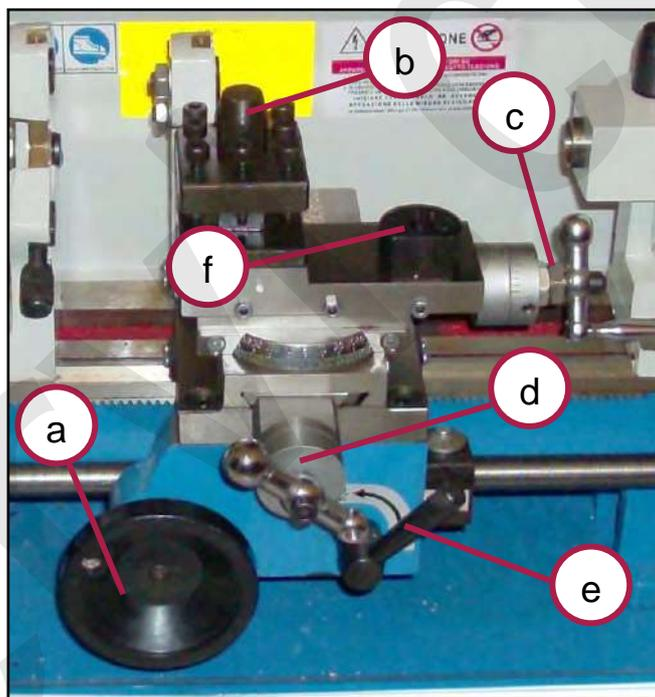

Figura 16 – Leve e volantini del carrello e delle slitte porta utensile.
Sul carrello porta utensile vi sono cinque comandi manuali (leve e volantini) che ne consentono la regolazione fine e l'avanzamento (vedere la Figura 16).
4. **Inserire l'utensile sulla torretta del carrello porta utensile, e fissarlo con l'apposita leva di bloccaggio (rif. b in Figura 16).**
5. Regolare la posizione del carrello e delle slitte porta utensile, utilizzando le leve ed i volantini appositi (vedere la Figura 16).
8. **Eeguire la lavorazione sul pezzo, avvicinando l'utensile al pezzo stesso, in rotazione,** utilizzando esclusivamente i volantini che regolano il movimento fine delle slitte porta utensile (rif. c / d in Figura 16).